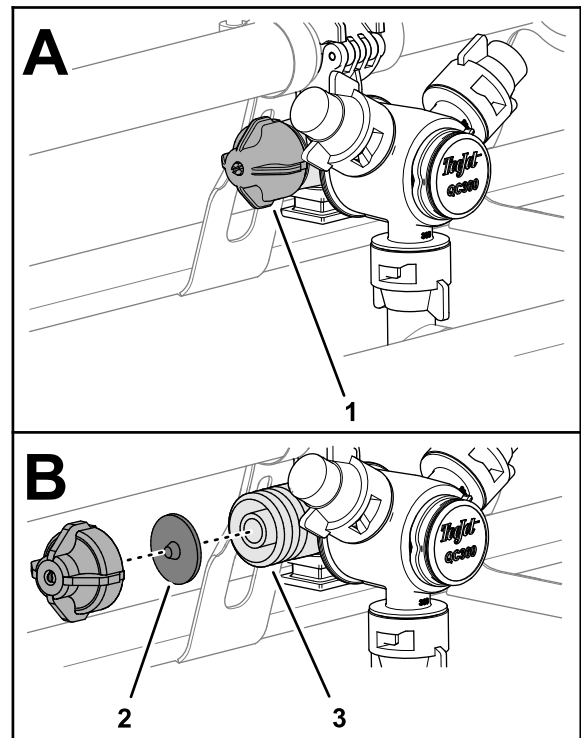

Figura 32
1. Gire la tapa del diafragma en sentido antihorario y retire la tapa del cuerpo de la boquilla (Figura 32).
2. Retire el diafragma de la válvula de retención de la tapa o del cuerpo de la boquilla (Figura 32).
3. Limpie la tapa, el diafragma y el cuerpo de la boquilla con agua limpia (Figura 32).
4. Monte el diafragma en la tapa con la punta del diafragma hacia la tapa (Figura 32).
5. Monte la tapa y el diafragma en el cuerpo de la boquilla y apriételos a mano (**Figura 32**).